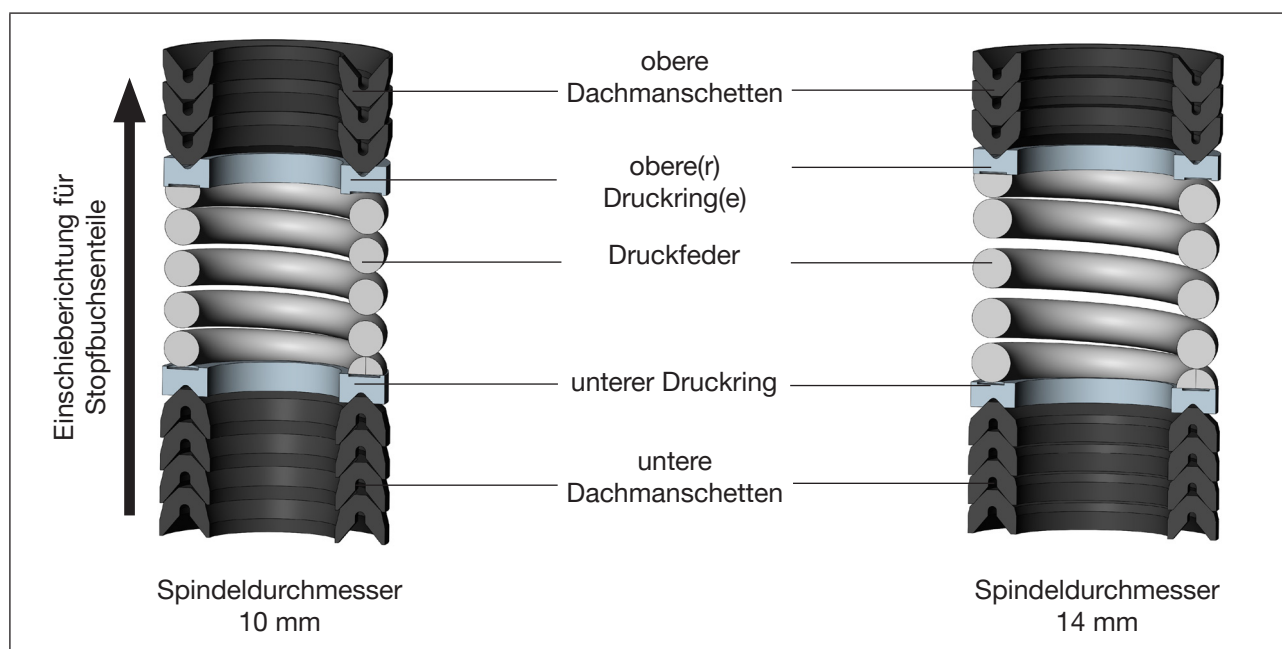

Bild 13: Dichtungssatz für die Stopfbuchse
- Benötigte Einzelteile des neuen Stopfbuchsenpaket in richtiger Reihenfolge einsetzen (siehe „Bild 13“).